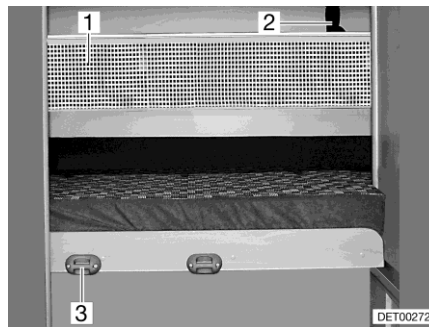

Fig. 90 Rete protettiva
- Agganciare la scaletta di accesso con i longheroni nell'apposito supporto (Fig. 90,3) al diaframma.
La rete protettiva (Fig. 90,1) è stivata sui modelli di serie tra il materasso e il telaio portamaterasso. Fissare la rete protettiva soltanto dopo che la persona si è già stesa nel letto.
- Fare innestare i nastri di sostegno (Fig. 90,2) nei supporti sul soffitto.